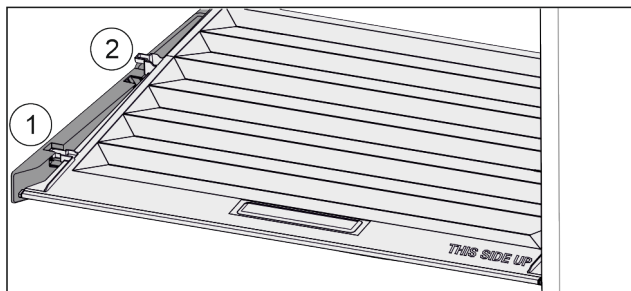

Fig. 147
- ▶ Træk dækslet fremad til åbning i holdedelene Fig. 147 (1).
- ▶ Løft nedefra og bevæg det opad og ud Fig. 147 (2).